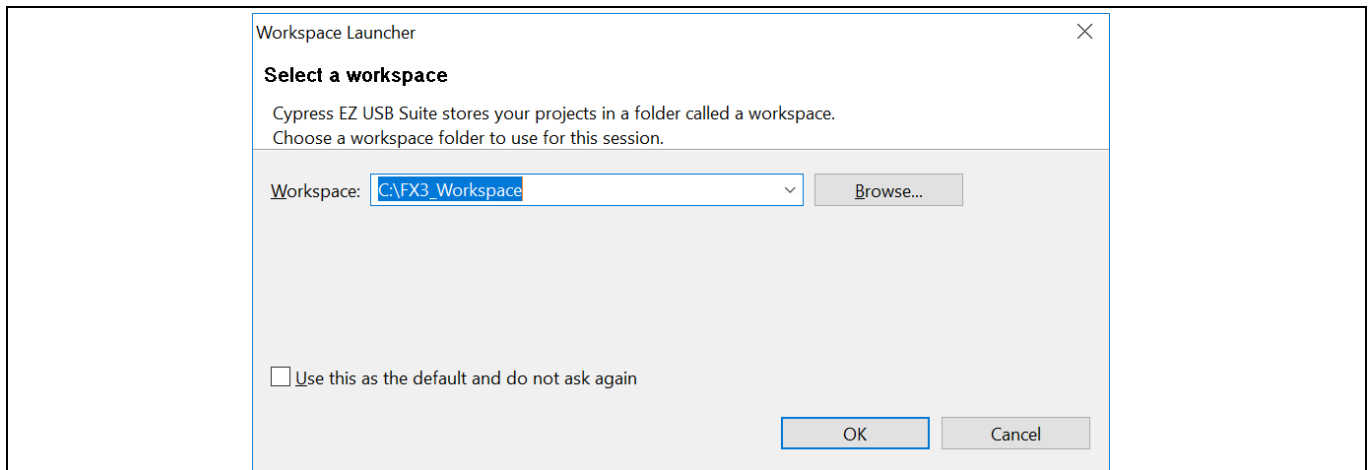

Figure 14 Workspace フォルダの作成
- b) 初めて Eclipse IDE を開く際、**Figure 14** に示すように、すべての Eclipse プロジェクトを格納する Workspace フォルダを作成するようプロンプトが表示されます。Workspace を作成する場所を覚えておいてください。コンパイルするすべてのファームウェアは Workspace フォルダに配置されます。